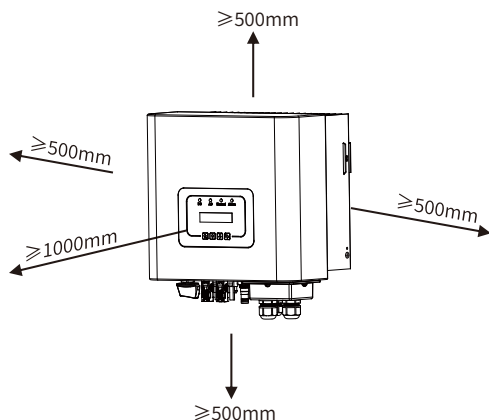

Figura 4.3 Lacuna de instalação
- Se instalar mais de um inversor, deve deixar pelo menos 500 mm de espaço entre cada inversor. E dois inversores adjacentes também estão separados por pelo menos 500 mm. E deve instalar o inversor em local onde as crianças não possam tocar. Por favor veja a figura 4.3.